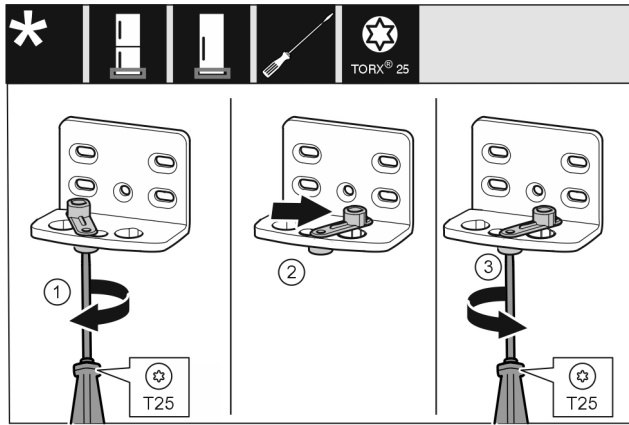

Fig. 13
- ▶ Skru løs skruen med skrutrekker T25. Fig. 13 (1)
- ▶ Løft dørlåshjelpen, og drei den 90° mot høyre inn i boringen. Fig. 13 (2)
- ▶ Stram skruen med skrutrekker T25. Fig. 13 (3)